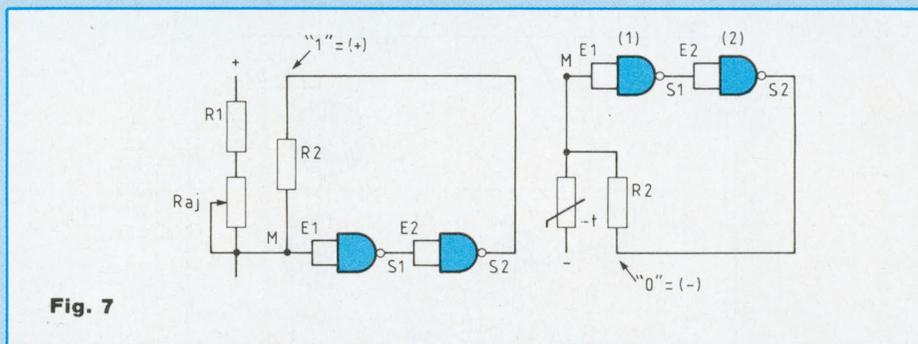

Fig. 7
L'extrémité de la résistance  $R2$  connectée à la sortie de la porte (2) se trouve située au potentiel du (+) alimentation,  $R2$  vient s'associer en parallèle avec l'assemblage série ( $R1$ ,  $R_{aj}$ ), comme nous le montre le schéma présenté par la figure 7.